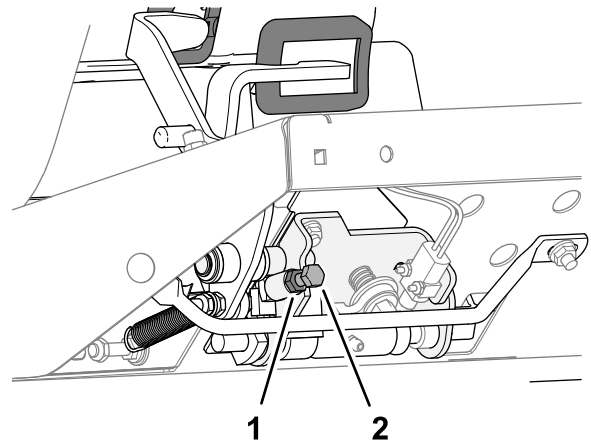

Figura 82
- Para reducir la velocidad de siega, gire el tornillo de tope de velocidad (Figura 82) en sentido horario.